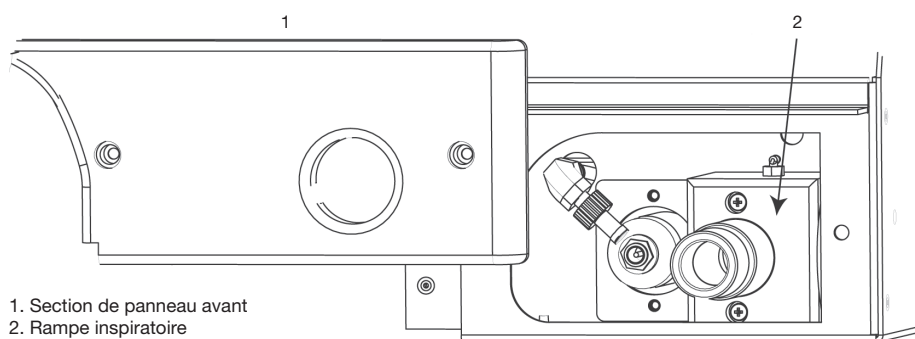

Figure 6-8 Dépose de la section de panneau
1. À l'aide d'un tournevis plat ou d'une pièce, desserrez les deux vis sur la section inférieure droite du panneau avant et enlevez-le pour découvrir la rampe inspiratoire. Voir la Figure 6-8.